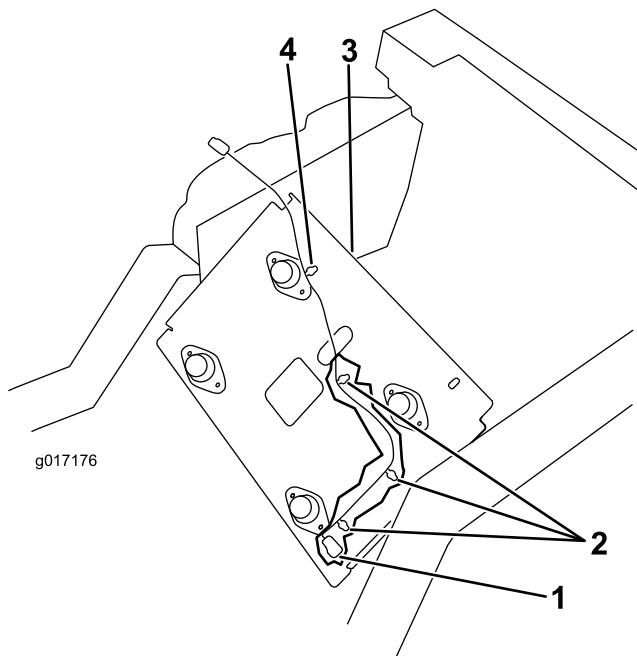

Figure 6
3. Branchez le faisceau neuf au faisceau du groupe de déplacement (Figure 6)
4. Insérez les (3) clips du faisceau dans les trous du panneau de siège (Figure 6).
5. Passez le faisceau dans le trou dans la base du siège et insérez le dernier clip dans le trou de la base du siège (Figure 6).